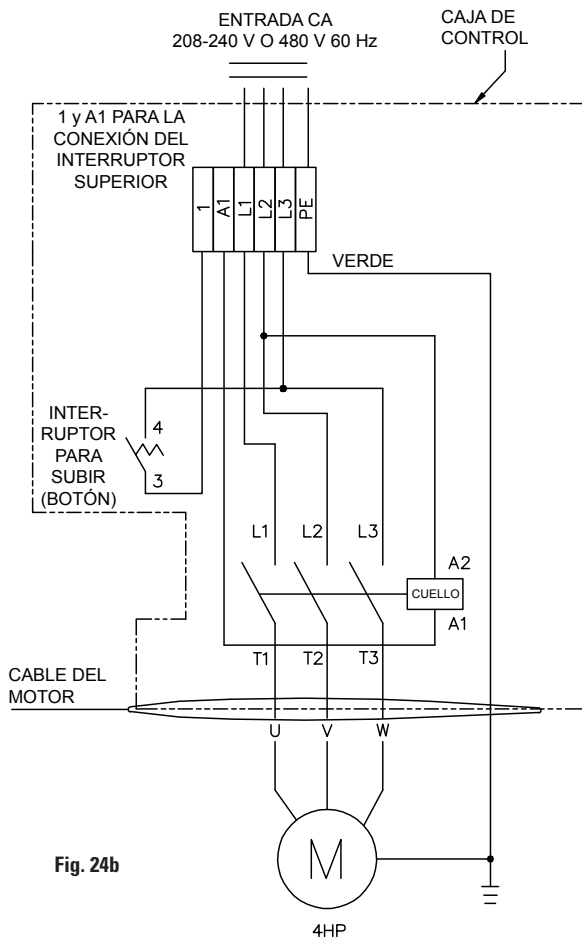

Fig. 24b
16. Eléctrico: Haga que un electricista conecte la fuente de alimentación apropiada al motor, Fig. 23, Fig. 24, y la Fig. 24b. El calibre del cable debe ser el adecuado para un circuito de 20 amp. Consulte la Tabla de Datos de Operación del Motor.
IMPORTANTE Utilice circuitos separados para cada unidad de energía. Proteja cada circuito con fusibles de acción retardada o interruptores automáticos. Para sistemas monofásicos de 208-230V, utilice fusibles de 20 amp. Para sistemas trifásicos de 208-240V, utilice fusibles de 15 amp. Para sistemas trifásicos de 400V y más, utilice fusibles de 10 amp. Para el cableado vea la Fig. 23, Fig. 24, y la Fig. 24b. Todo el cableado debe cumplir con NEC y todos los códigos eléctricos.